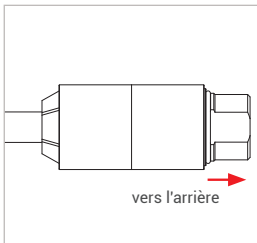

Figure 6
- ▶ Tirer légèrement sur la partie inférieure (pos. 2) flèche rouge (Figure 6) du connecteur dans le sens inverse du raccordement pour s'assurer de la bonne assise du connecteur.